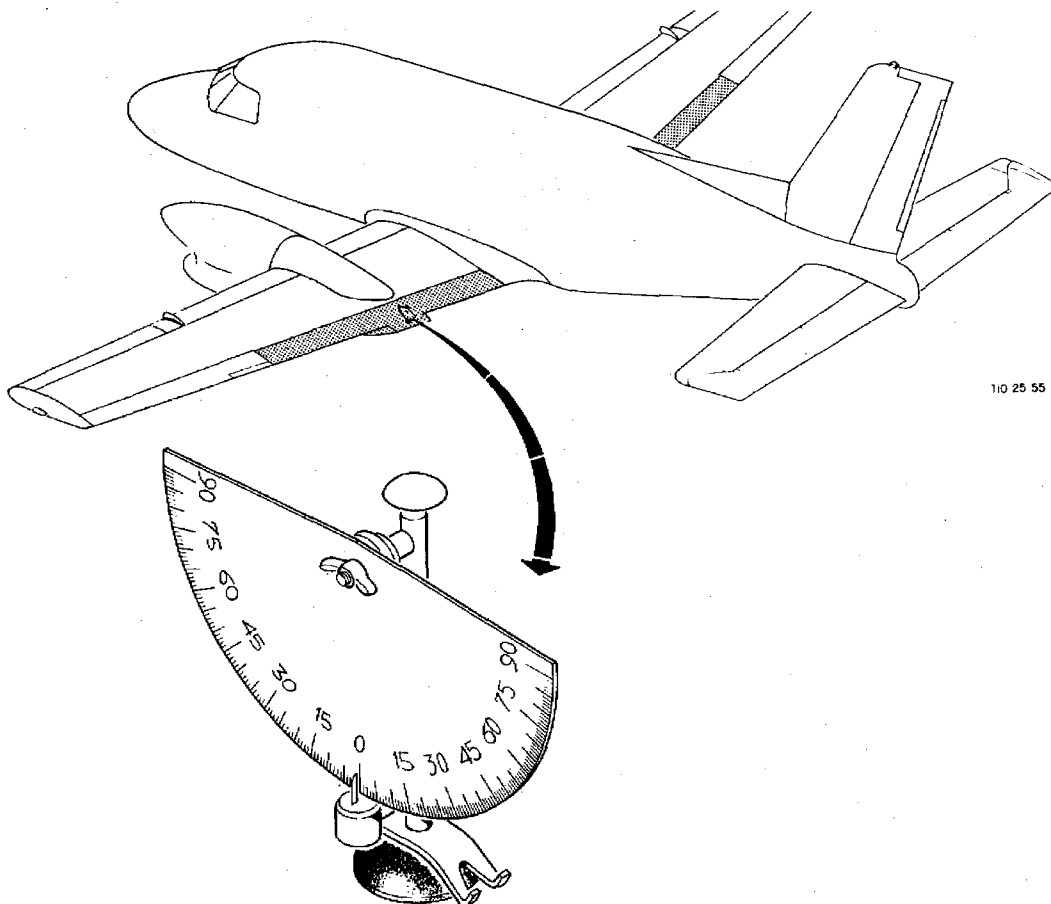

Figura 5-4. Instalação do Transferidor Tipo Pêndulo no Flape
6. Instale num dos flapes um transferidor tipo pêndulo (veja a figura 5-4) e ajuste sua escala em 0° (zero grau); sem alterar a ajustagem da escala, remova o transferidor e instale-o em posição simétrica no outro flape.
7. Ambos os flapes deverão indicar a mesma leitura 0° (zero grau) na escala do transferidor. A tolerância de defasagem entre a deflexão dos dois flapes é de $\pm 30'$. No caso de a defasagem exceder este valor, siga os procedimentos descritos no item 17 do parágrafo 5-11, observando também a advertência subsequente.
10. Rosqueie inicialmente a porca (11) com a mão e aperte-a com torque de $5,0 \pm 0,5$ lb.in.
14. Fixe o olhal do atuador linear, instalando o parafuso de fixação (10), a arruela (9), as arruelas de Teflon (17), a porca (8) e o contrapino (7).
16. Instale num dos flapes um transferidor tipo pêndulo (veja a figura 5-4) e ajuste a sua escala em 0° (zero grau); sem alterar a ajustagem da escala, remova o transferidor e instale-o em posição simétrica no outro flape.